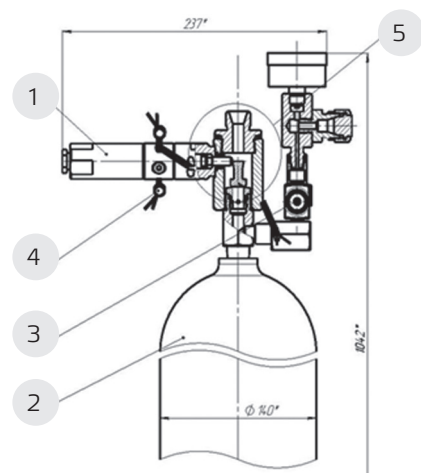
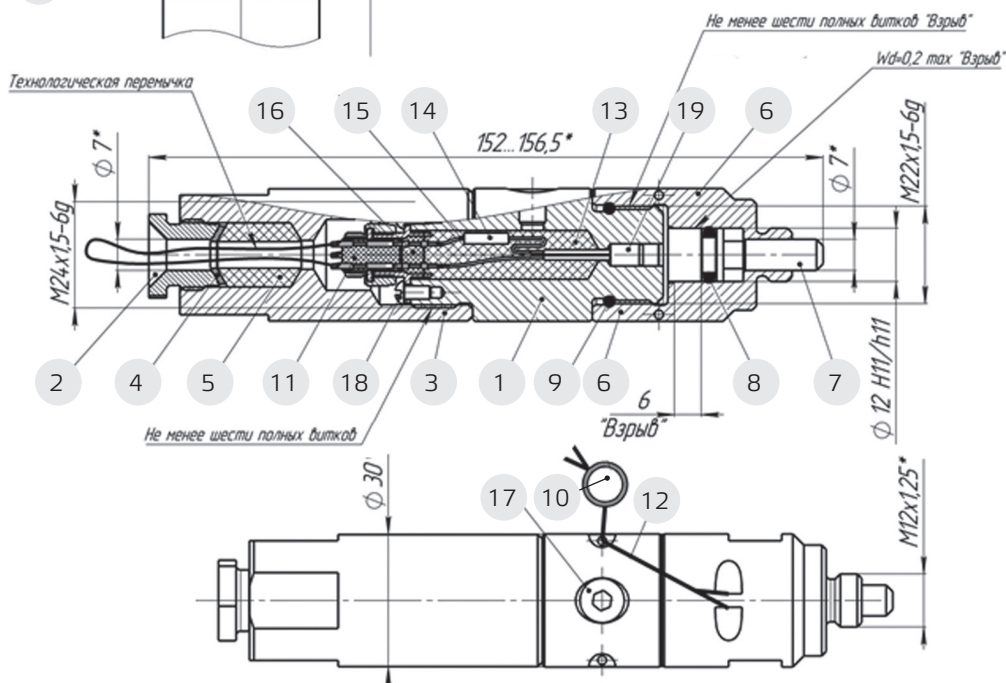

Рис. 8. Конструкция блока рабочего газа
Рис. 9. Чертеж средств взрывозащиты устройства запорно-пускового
- ◆ 2. Отвинтить муфту, (поз. 3, рис. 9), вывинтив из нее гайку (поз. 2, рис. 8) на 3–4 витка резьбы.
- ◆ 3. Отстыковать розетку (поз. 11, рис. 9).
- ◆ 4. Отпаять технологическую перемычку от контактов и подпаять к этим же контактам кабель, предварительно продетый через муфту с уплотнением (поз. 3, рис. 9). Работы по пайке проводить вне взрывоопасной зоны!
- ◆ 5. Пристыковать розетку с припаянным кабелем к вилке, (поз. 16, рис. 9), навинтить муфту (поз. 3, рис. 9), гаечным ключом гайку (поз. 7, рис. 9) затянуть до упора.